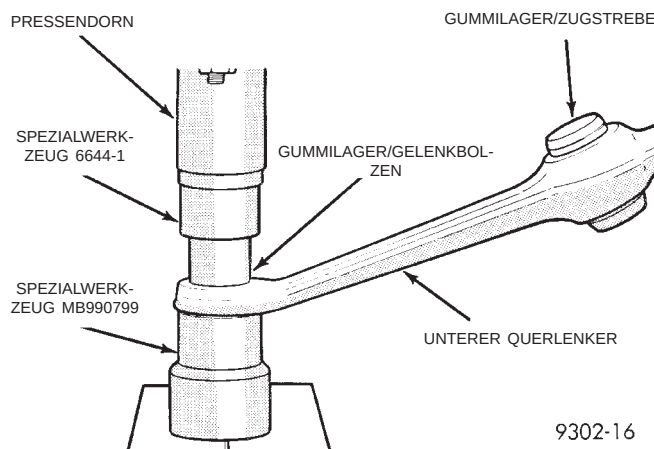

Abb. 72 Gummilager für Gelenkbolzen des unteren Querlenkers einbauen
(1) Den unteren Querlenker in der Presse drehen, so dass er auf dem Aufnehmer, Spezialwerkzeug MB-990799, aufliegt (Abb. 72).
(2) Das neue Gummilager in den unteren Querlenker einsetzen, ohne es zu verkanten. Einbaupresswerkzeug, Spezialwerkzeug 6644-1, oben auf dem
Gummilager aufsetzen, so dass der Bund des Werkzeugs über das Gummilager greift (Abb. 72). Das Gummilager langsam in den unteren Querlenker einpressen.